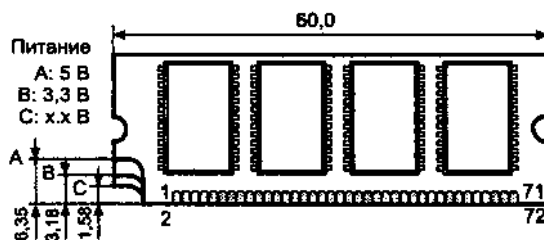

Рис. 8.19. Модуль SO DIMM 72-pin
*72-pin SO DIMM* (Small-Outline-Dual-Inline-Memory Module) — малогабаритный (длина 2,35" — 60 мм) модуль с двусторонним 72-контактным разъемом, нечетные контакты расположены с фронтальной стороны, четные — с тыльной (рис. 8.19). Модули комплектуются микросхемами DRAM в корпусах TSOP, емкость 2-32 Мбайт, разрядность данных — 32 или 36 бит (с контролем четности), 36-битные модули отличаются только наличием дополнительных битов PQx. Память организована в виде двух 2-байтных слов с возможностью побайтного обращения и предназначена для 2- и 4-байтных применений. Информация об объеме, организации, адресации, быстродействии и регенерации передается через семь линий параллельной идентификации.